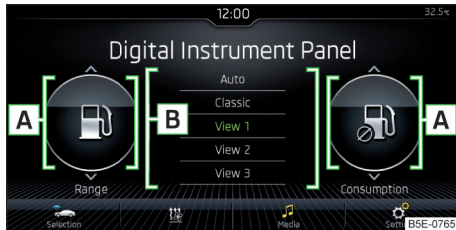

Abb. 37
- ▶ In den Bereichen **A** » Abb. 37 die gewünschten zusätzlichen Informationen durch eine Fingerbewegung senkrecht über das Display wählen.